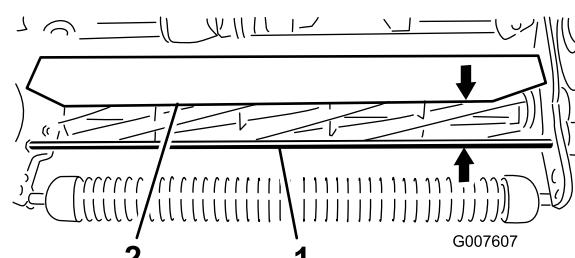

图53
1. 分别测出前支撑杆顶部到滚刀组两端的护罩前唇的距离 **图53**。